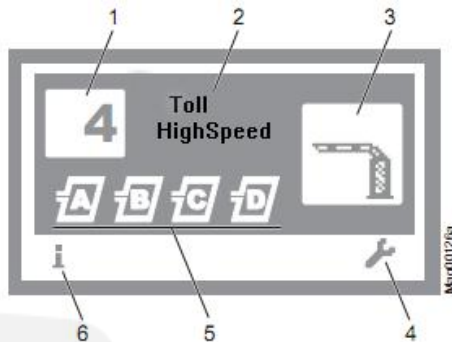

图 38: “操作界面” 示例
1. 操作界面展示。→请参照 59 页，图 38.
1. 显示操作界面。请参照 59 页，图 38.